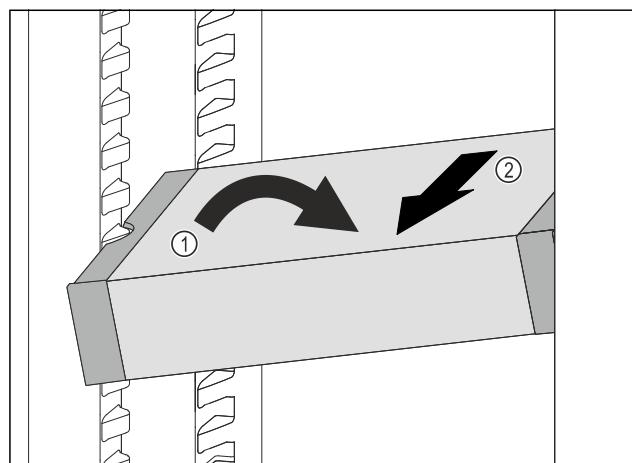

Fig. 88
- VarioSafe postavte v chladničce šikmo. Fig. 88 (1)
- VarioSafe odeberte směrem dopředu. Fig. 88 (2)